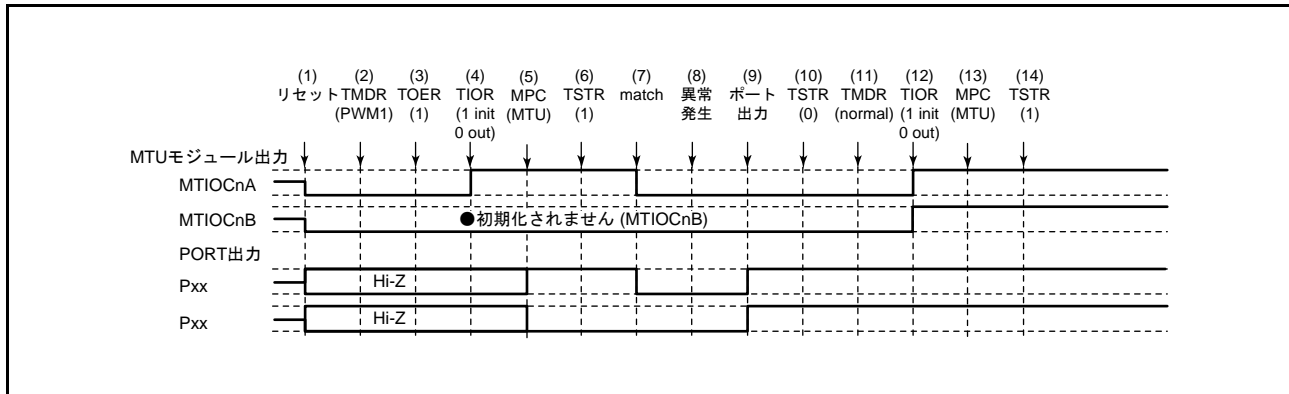

図 22.133 PWM モード 1 で異常が発生し、ノーマルモードで復帰する場合
PWM モード 1 で異常が発生し、再設定後ノーマルモードで再スタートする場合の説明図を図 22.133 に示します。
(1) ~ (10) は図 22.133 と共通です。
(11) PWM モード 1 で再スタートする場合には必要ありません。
(12) TIOR レジスタで端子を初期化してください。なお、PWM モード 1 では MTIOCnB (MTIOCnD) 端子に波形が出力されません。出力すべきレベルがある場合は、I/O ポートのポート方向レジスタ (PDR)、ポート出力データレジスタ (PODR) で汎用出力ポートの設定をしてください。
(13) MPC と I/O ポートのポートモードレジスタ (PMR) で MTU 出力としてください。
(14) TSTR レジスタで再スタートします。
(11) PWM モード 2 を設定します。
(12) TIOR レジスタで端子を初期化してください。なお、PWM モード 2 では周期レジスタの端子に波形が出力されません。出力すべきレベルがある場合は、I/O ポートのポート方向レジスタ (PDR)、ポート出力データレジスタ (PODR) で汎用出力ポートの設定をしてください。
(11) 位相計数モードを設定します。
(12) TIOR レジスタで端子を初期化してください。
- (11) 波形生成部の初期化のためノーマルモードを設定してください。
- (12) TIOR レジスタで PWM モード 1 の波形生成部を初期化してください。
- (13) TIOR レジスタで PWM モード 1 の波形生成部の動作を禁止してください。
- (14) TOER レジスタで MTU3、MTU4 の出力を禁止してください。
- (15) TOCR レジスタで相補 PWM モードの出力レベルと周期出力の許可 / 禁止を選択してください。
- (16) 相補 PWM モードを設定します。
- (17) TOER レジスタで MTU3、MTU4 の出力を許可してください。
- (18) MPC と I/O ポートのポートモードレジスタ (PMR) で MTU 出力としてください。
- (19) TSTR レジスタで再スタートします。